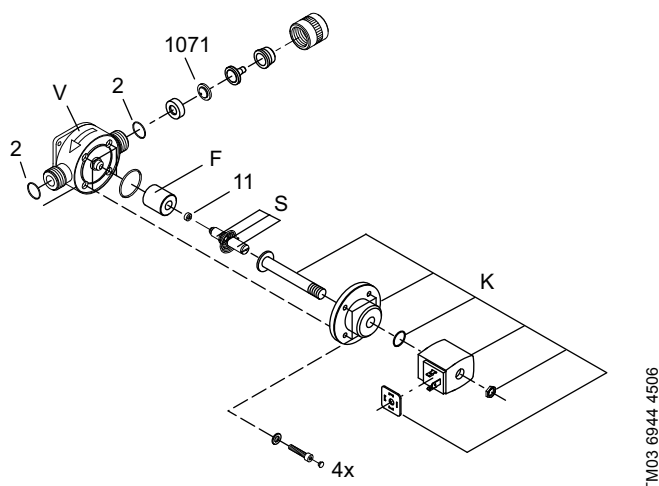

Рис. 39 Техобслуживание электромагнитного клапана (OCD-162-5, -10) – детализовка
- Отсоедините два винта на корпусе и снимите корпус (рис. 39, стр. 106, поз. V) с разъемом кабеля (K) с устройства.
- Извлеките толкатель (рис. 39, поз. S) и направляющую (F).
- Удалите колпак и поставьте новый (11).
- Снимите уплотнение и вставьте новое (4).
- Замените уплотнения (2) в соединителях корпуса.